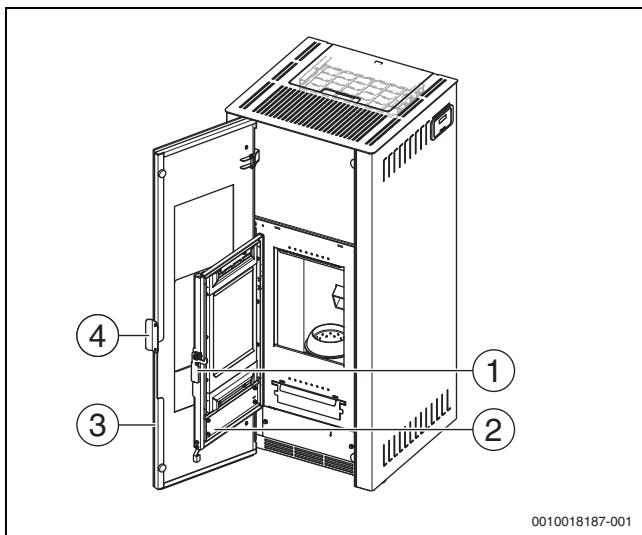

Bild 6 Übersicht Türen
- ▶ Am Türgriff (→ Bild 6, [4]) ziehen.
- ▶ Griff der Feuerraumtür (→ Bild 6, [1]) nach oben ziehen.